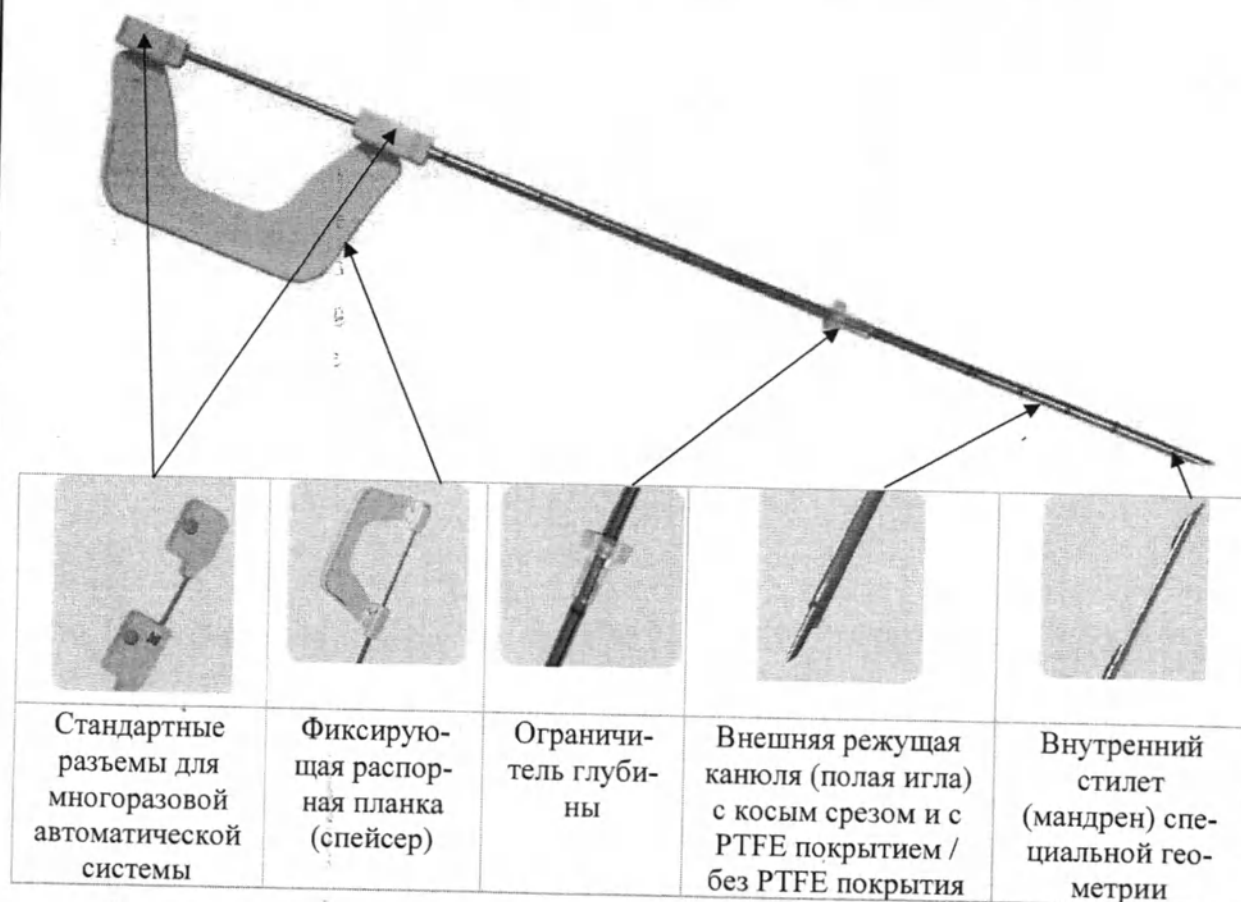

Рисунок 10 – Внешний вид иглы ВЕ для гильотинной биопсии мягких тканей под многоразовую автоматическую систему
16.3. Медицинские изделия, рекомендуемые для использования в комбинации с заявленным медицинским изделием (рисунок 10):